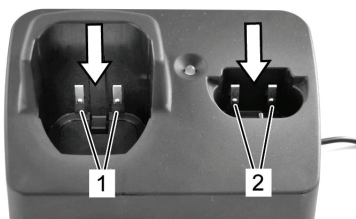

Fig. 22
Une fine couche d'huile sur le peigne supérieur et inférieur est indispensable pour obtenir un bon résultat de tonte et afin d'augmenter la longévité de la tondeuse (Fig. 22).
- ▶ Lubrifiez les peignes suffisamment durant la tonte (au moins toutes 15 minutes), de manière à ce qu'ils ne passent pas à sec (Fig. 22).